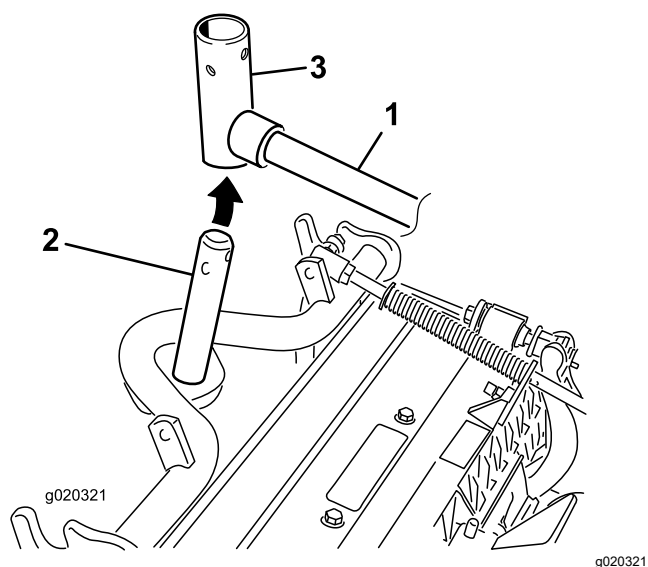

Figure 10
10. Pour les unités de coupe avant, poussez une unité de coupe sous le bras de levage tout en insérant l'arbre du bâti porteur dans la chape de pivot du bras de levage (Figure 10).
- B. Insérez la chape du bras de levage sur l'arbre du bâti porteur (Figure 10).